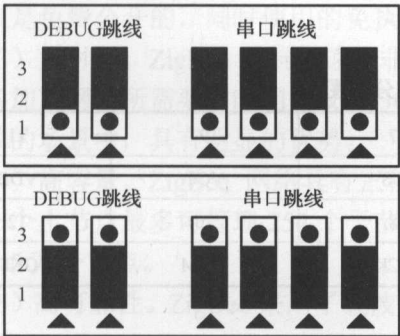

图 1.13 跳线使用（2）
(2) 无线节点跳线说明：ZXBee 系列无线节点板上提供了两组跳线用于选择调试不同处理器，跳线使用如图 1.13 所示。
传感器板可以有两种接法，分别通过无线核心板（CC2530）和底板 STM32F103 驱动，如图 1.13 所示。